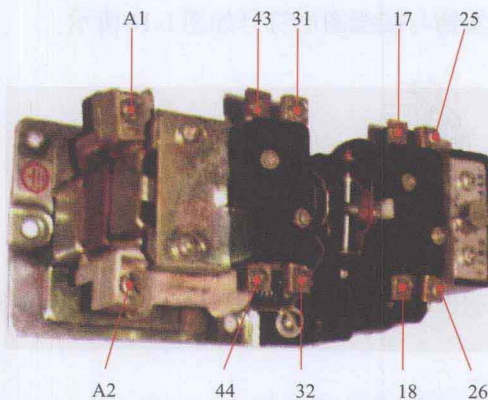

图 1-20 KT 空气式时间继电器实物接点编号
① KT 空气式时间继电器实物接点编号如图 1-20 所示。